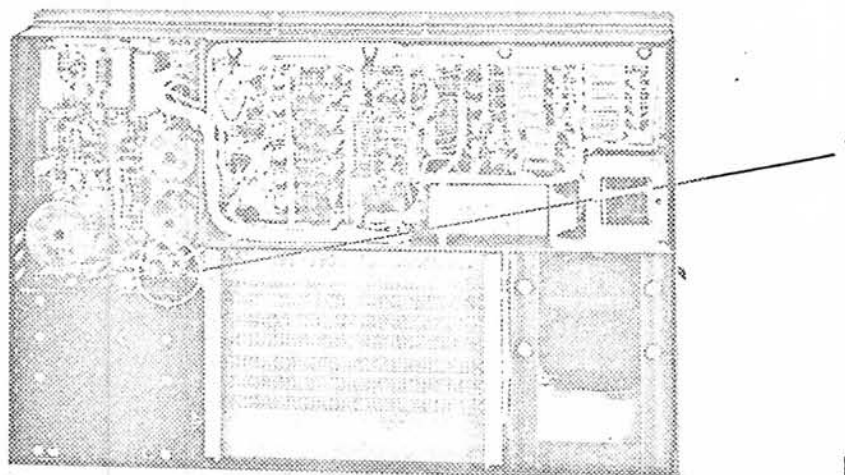

Fig. 14
Diese Sicherung (Fig. 14, Pos. 1) schützt die Elektronik bei AC-Betrieb. Sie muss einen Wert von 3.15 A flink haben. Zum Auswechseln der Sicherung F4 ist das Gerät aus dem SAMSONITE-Koffer herauszunehmen. Dabei ist wie folgt vorzugehen:
- Gerät auf Rückseite stellen (Fig. 14)
- Sicherung F4 auswechseln (Fig. 14, Pos. 1)